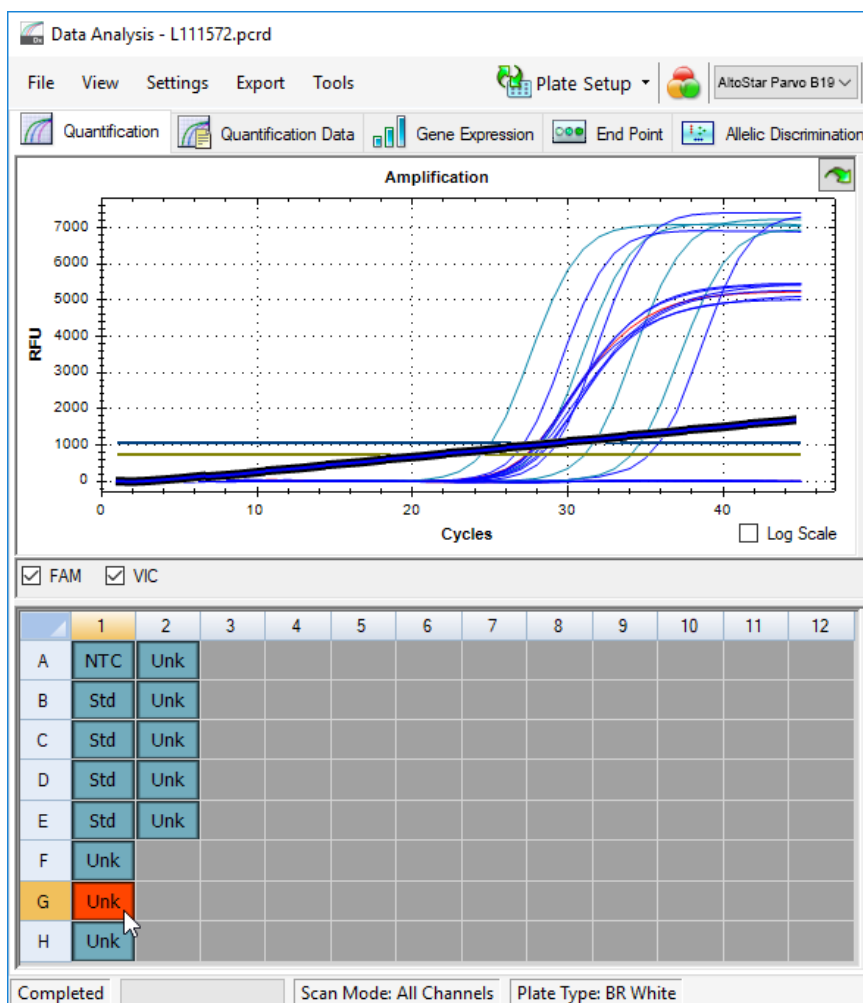

Figura 6: Ventana Data Analysis (análisis de datos): señal de PCR irregular
- Identifique pocillos con señales de PCR irregulares (aumento de señal lineal, picos de señal, etc.) en cualquiera de los canales de detección FAM™ (parvovirus B19 objetivo) y VIC™ (IC) (consulte la figura 6).